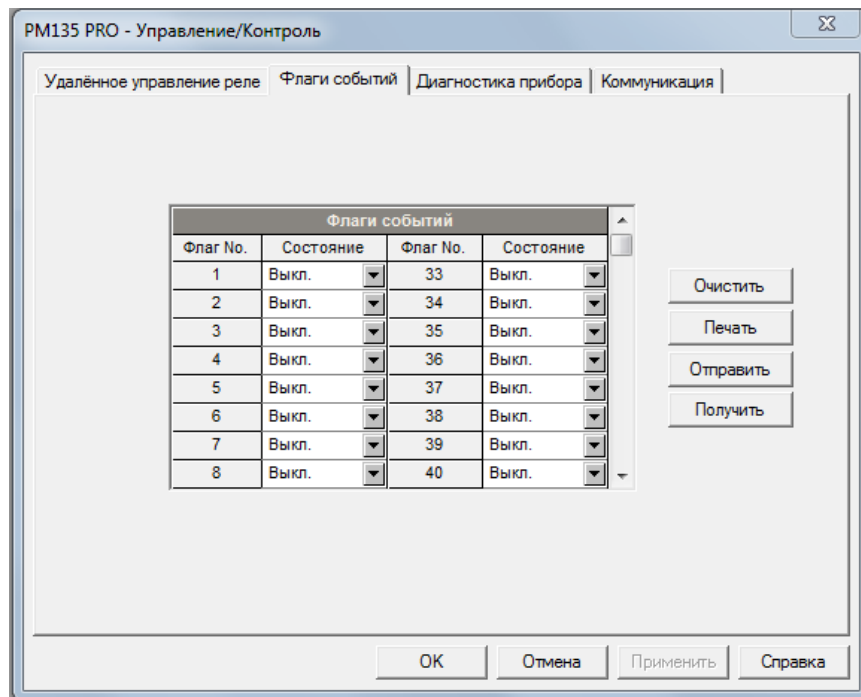

Рисунок 127 – Флаги событий
1. Выберите на панели меню «Монитор» – «Управление/Контроль», в открывшемся окне перейдите на вкладку «Флаги событий» (рисунок 127).